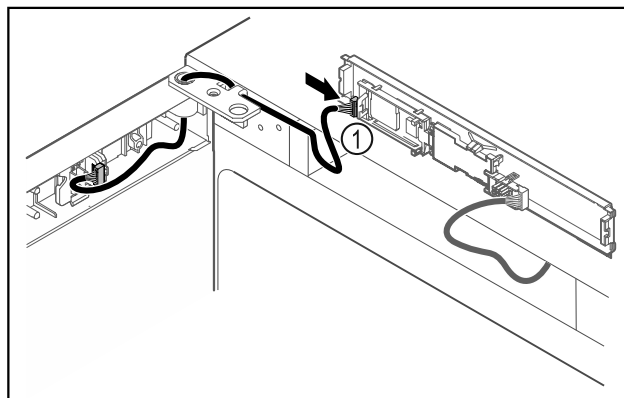

Fig. 41
- ▷ Sett pluggen Fig. 41 (1) inn i kretskortet.